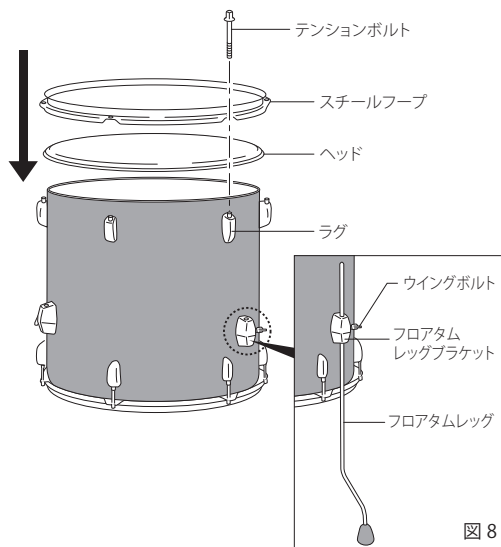

図 8
5. フロアタムは付属のフロアタムレッグをレッグブラケットに差し込み、ウイングボルトで固定します (図 8)。
脚部のダイカストジョイント内のプルロッド先端コネクターに、上部のプルロッドを差し込み、止まるまでネジ込みます (図 8-A)。上部パイプを上部プルロッドに通して上から差し込み、好みの高さに調整してダイカストジョイントのウイングボルトで固定します。2枚のハイハットシンバルの内、ボトム用シンバルをカップに乗せます。トップ用シンバルはハイハットクラッチの 2枚のフェルトの間にはさみ、ナットで下から固定し、プルロッドに上から差し込みます (図 8-B)。シンバルの間隔を調整するには、フットボードのペダルを踏み込み、上下のシンバルに適度な隙間ができる位置でハイハットクラッチのウイングボルトを締めてください。